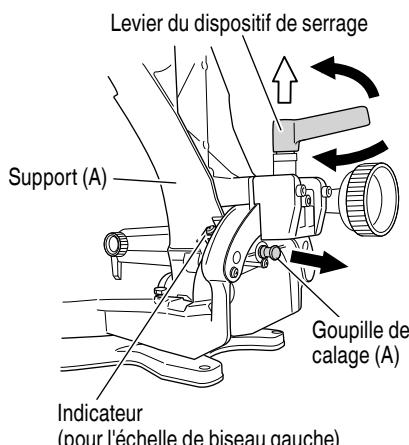

Fig. 36
## 8. Procédure de coupe de biseau (Fig. 36)
- (1) Desserrer le levier de serrage et incliner la lame de scie vers la gauche ou vers la droite. Pour incliner la tête du moteur vers la droite, tirer la goupille de réglage (A) vers l'arrière. Le levier de serrage utilise un système de loquet. Pour mettre en contact l'établi et le corps principal, tirer le levier de serrage dans le sens de la flèche, comme indiqué à la Fig. 36, et changer la direction du levier de serrage.
- (2) Régler l'angle de biseau à la valeur voulue tout en regardant l'échelle et l'indicateur d'angle de biseau, puis fixer le levier de serrage.